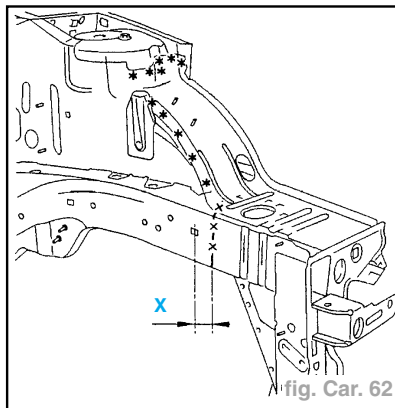

fig. Car. 62
- Tracer puis découper à l'aide d'une scie : **X = 25 mm** (fig. Car. 62).
- Souder par cordon MAG (voir fig. Car. 62 et 63).
- Souder par points "bouchon" MAG (voir fig. Car. 62).
- Souder par points MAG (voir fig. Car. 62 et 63).